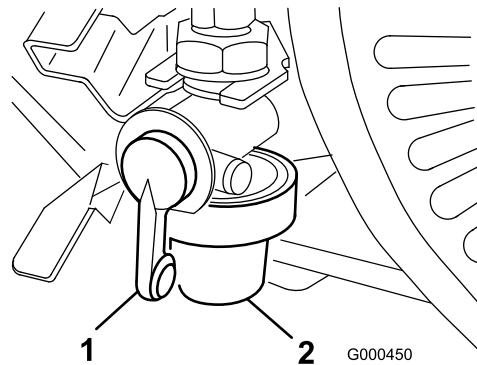

Figura 28
1. Cierre la válvula de cierre del combustible y desenrosque el portafiltros del cuerpo del filtro (Figura 28).